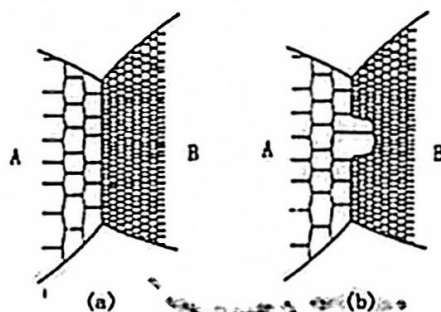

图 5
(1) 给出金属发生再结晶的基本条件 (驱动力): 5 分
(2) 指出再结晶、结晶、固态相变之间的主要区别: 5 分
(3) 图 5 示意画出一种常见的再结晶形核机制, 请解释该地点优先形核的原因和形核过程。5 分
(4) 再结晶动力学公式为 $X = 1 - e^{-kt^n}$, 各参数表示的含意是什么? 以 $X-t$ 的关系作图, 曲线的形状大致是怎样的? 如何处理可得一条直线? 处理成直线有何用途? 5 分